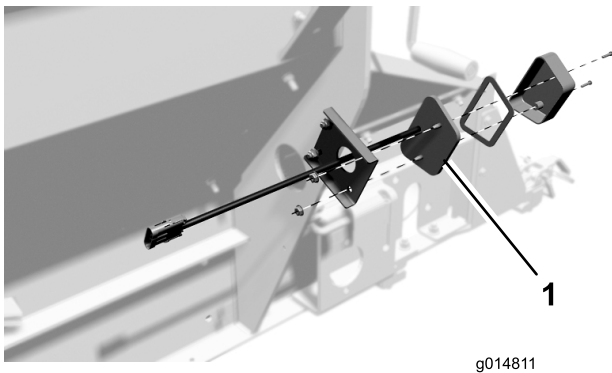

Figura 5
1. Soporte de luz (2)
7. Monte un conjunto de luz trasera en cada soporte con 2 tuercas Palnut (Figura 5). Asegúrese de pasar los cables de la luz a través del soporte antes de montarlo. No apriete demasiado las tuercas.